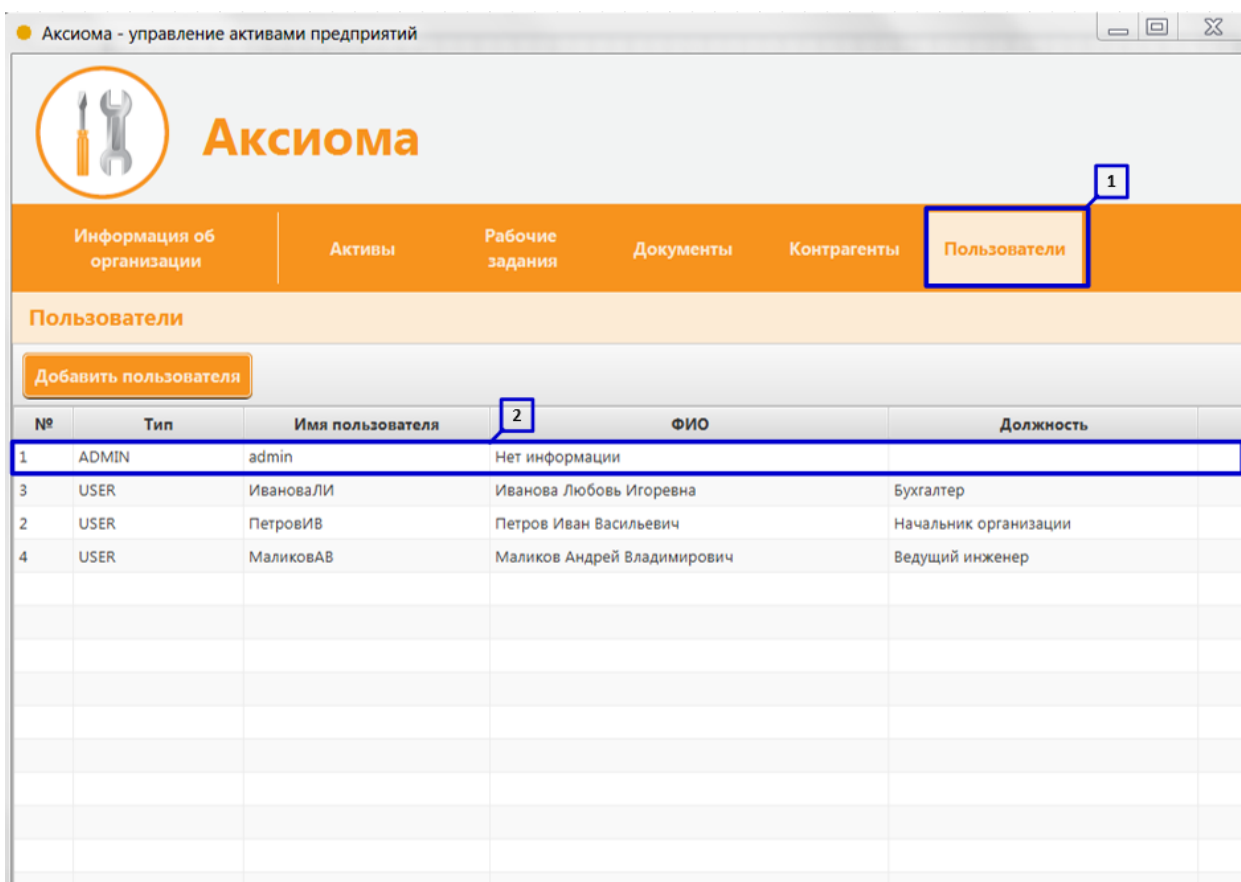

Рисунок 15. Изменение учетной записи Администратора системы (Часть 1)
Для изменения учетной записи Администратора системы необходимо в разделе «Пользователи» (Рисунок 15 пункт 1) выполнить следующие действия:
1. В расположенном в нижней части экрана списке, дважды нажмите на первую строку с заполненными полями: «№1», «ADMIN», «Нет информации» (Рисунок 15 пункт 2);